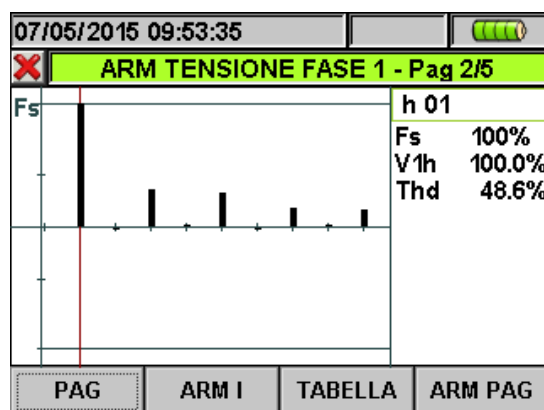
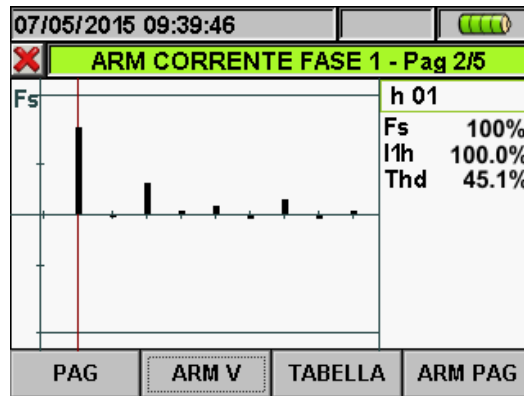

Fig. 45: Analisi armonica tensione V1 in valore percentuale e assoluto per sistemi 4-fili
Fig. 46: Analisi armonica Corrente I1 in valore percentuale e assoluto per sistema 4-fili
- I valori delle armoniche delle singole tensioni V1, V2, V3 e Vn e delle singole correnti I1, I2, I3 e In con rispettivi valori della Distorsione Armonica Totale (THD%) sia sotto forma di grafico a istogramma, sia sotto forma di tabella numerica, in valore percentuale o assoluto in funzione dell'impostazione desiderata che sono visualizzati in quattro pagine consecutive e ciclicamente selezionabili. In Fig. 45 e Fig. 46 sono riportati, come esempio, le situazioni relative ai valori della fase L1 rispettivamente per le tensioni e per le correnti per sistemi 4-fili: